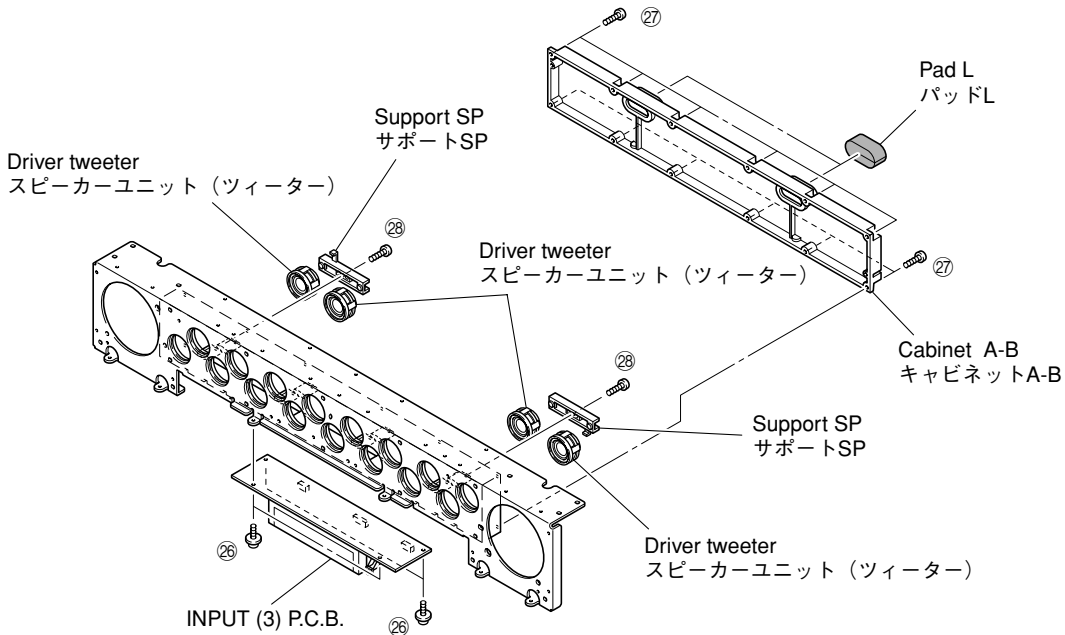

Fig. 13
- a. Remove 4 screws (26) and then remove the INPUT (3) P.C.B.. (Fig. 13)
- b. Remove 12 screws (27). (Fig. 13)
- c. Remove the pad L and then remove the cabinet A-B. (Fig. 13)
- a. 26のネジ4本を外し、INPUT(3) P.C.B.を取り外します。(Fig. 13)
- b. 27のネジ12本を外します。(Fig. 13)
- c. パッドLを外し、キャビネットA-Bを取り外します。(Fig. 13)
- d. Remove screw (28) and then remove the support SP. (Fig. 13)
- e. Remove the driver tweeter. (Fig. 13)
- d. 28のネジを外し、サポートSPを取り外します。(Fig. 13)
- e. スピーカーユニット(ツイーター)を取り外します。(Fig. 13)